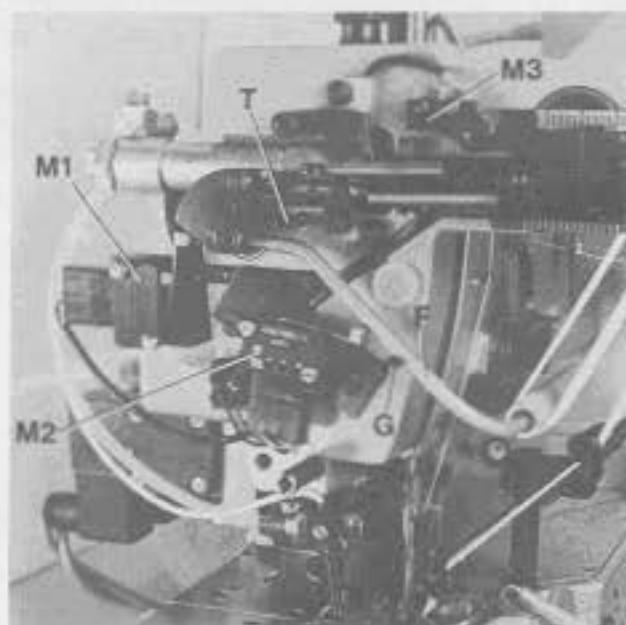

Fig.58
Micro switch M1, Figs. 58 and 59:
Micro switch M3, Figs. 58 and 60:
Mikroschalter M1, Fig. 58 und 59:
Mikroschalter M3, Fig. 58 und 60:
3. Move actuating lever (F, Fig. 58) between the two stop roll pins (G and T) very slowly up and down. Yet the actuating lever (F) must reach a neutral position between lower and upper roll pin (G and T), where the rotating puller roller of the metering device visibly stops, before it rotates in the opposite direction, when moving the actuating lever further on. I.e. the switching of the micro switches (M1 and M2) is not allowed to overlap!
The actuating lever (F, Fig. 58) effects by switching on and off the motor of the metering device with micro switch (M1), that the required amount of lace respectively elastic is metered exactly under the preset tension.
The second tension can be selected while sewing with a knee valve actuated air cylinder. By the increased spring tension yet the actuating lever (F, Fig. 58) is pressed against stop roll pin (T). Simultaneously micro switch (M2) switches the motor respectively the puller roller of the metering device to rotate in the opposite direction until the second tension is reached, under which lace or elastic is again metered uniformly.
3. Bewegen Sie den Schaltbügel (F, Fig. 58) zwischen den beiden Anschlag-Spannhülsen (G und T) sehr langsam auf und ab. Dabei muß der Schaltbügel (F) zwischen unterer und oberer Spannhülse (G und T) eine neutrale Stellung erreichen, bei der die sich drehende Walze des Zumeßgeräts sichtbar stoppt, bevor sie sich, beim Weiterbewegen des Schaltbügels, in entgegengesetzter Richtung dreht. Das heißt, das Schalten der Mikroschalter (M1 und M2) darf sich nicht überlappen!
Der Schaltbügel (F, Fig. 58) bewirkt durch Ein- und Ausschalten des Motors des Zumeßgeräts mit dem Mikroschalter (M1), daß die benötigte Spitzen- bzw. Gummibandmenge unter der voreingestellten Spannung genau zugemessen wird.
Der Schaltbügel (F, Fig. 58) wird dabei durch die erhöhte Federspannung gegen die Anschlag-Spannhülse (T) gedrückt. Gleichzeitig schaltet der Mikroschalter (M2) den Motor bzw. die Walze des Zumeßgeräts in die entgegengesetzte Drehrichtung bis die zweite Spannung erreicht ist, unter welcher Spitze oder Gummiband wieder gleichmäßig zugemessen wird.